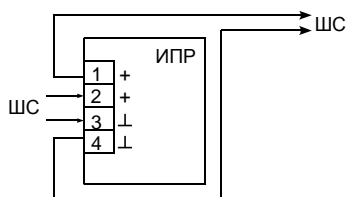

Рисунок 1 – Включение извещателя в шлейф
- 5.2.3 Подключение проводов к клеммным соединениям производить в соответствии с полярностью, указанной на плате, по одной из схем согласно рис. 1 или 2.